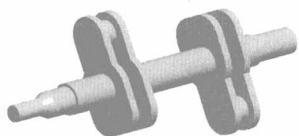
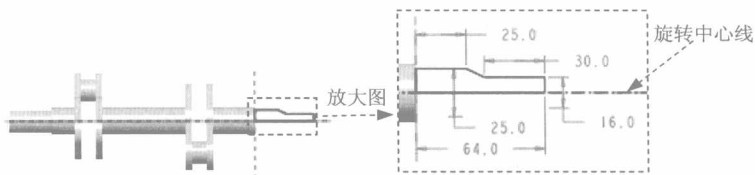

图 1.2.14 旋转 1
图 1.2.15 截面草图
Step10. 添加如图 1.2.14 所示的旋转特征——旋转 1。
(1) 选择下拉菜单 **插入(I) → 旋转(R)** 命令。
(2) 定义草绘截面放置属性。
① 在绘图区右击，从弹出的快捷菜单中选择 **定义内部草绘** 命令，进入“草绘”对话框。
② 设置草绘平面与草绘参照平面。选取 **FRONT** 基准平面为草绘平面，选取 **RIGHT** 基准平面为草绘参照平面，方向为 **左**，单击对话框中的 **草绘** 按钮。
(3) 进入截面草绘环境后，绘制如图 1.2.15 所示的旋转中心线和截面草图。完成截面绘制后，单击“草绘完成”按钮 。
(4) 在操控板中，选取旋转类型  (即“定值”)，输入旋转角度值 360.0。
(5) 单击“完成”按钮 ，完成旋转特征的创建。